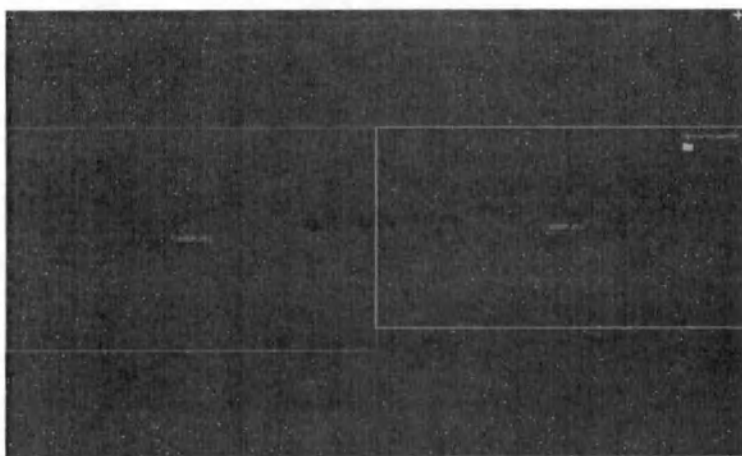

Рис. 163 Внешний вид окна работы с несколькими мониторами
- Откроется окно с рамками, условно отображающими мониторы в системе (Рис. 163 Внешний вид окна работы с несколькими мониторами);